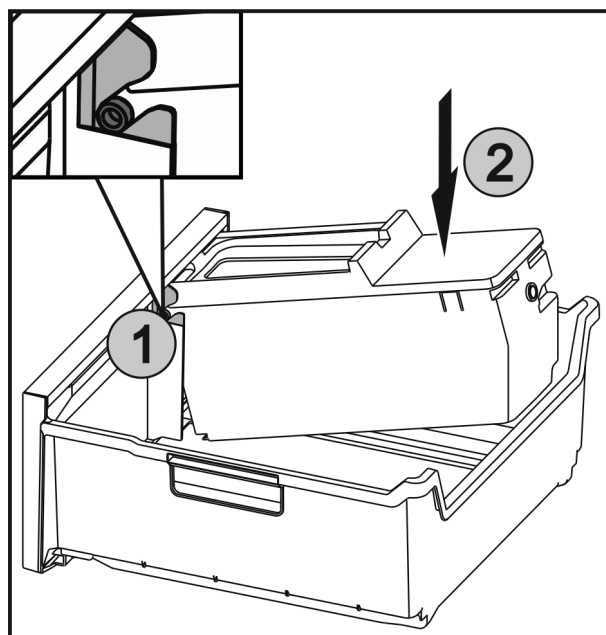

Fig. 53
- ▶ Вставить оси Fig. 53 (1) на EasyTwist-Ice в направляющие и вдавить заднюю сторону Fig. 53 (2) до фиксации накладки.